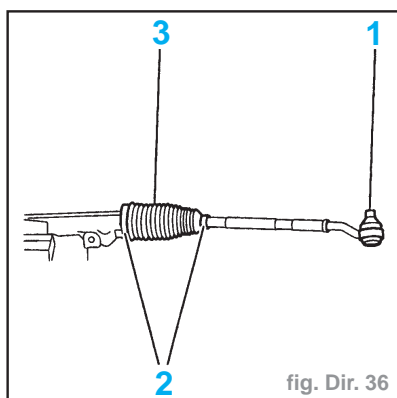

fig. Dir. 36
- Déposer la rotule (1) (fig. Dir. 36).
- Serrer, à l'aide de l'outil [2], le boîtier de rotule (5) sur la crémaillère à **7 daN.m**.
- Reposer (fig. Dir. 36) :
- les soufflets (3)
- les colliers (2)
- la rotule de direction (1)